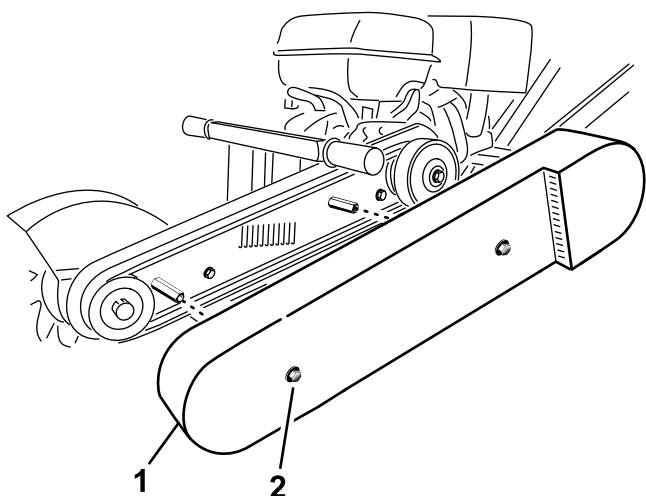

Figura 24
3. Afloje los 2 pernos que sujetan el protector de la correa a la máquina hasta que pueda retirar el protector de la correa (Figura 24).
2. Perno y arandela (2)
4. Retire el protector de la correa (Figura 24).